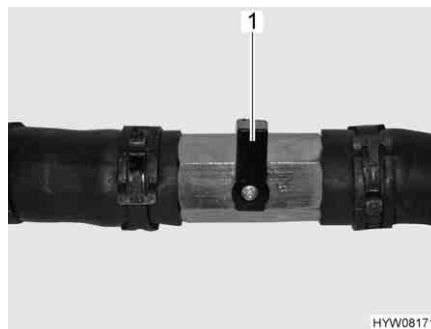

Fig. 88 Rubinetto chiuso
- Posizionare la leva (Fig. 88,1) verticalmente rispetto alla tubazione (Fig. 88).